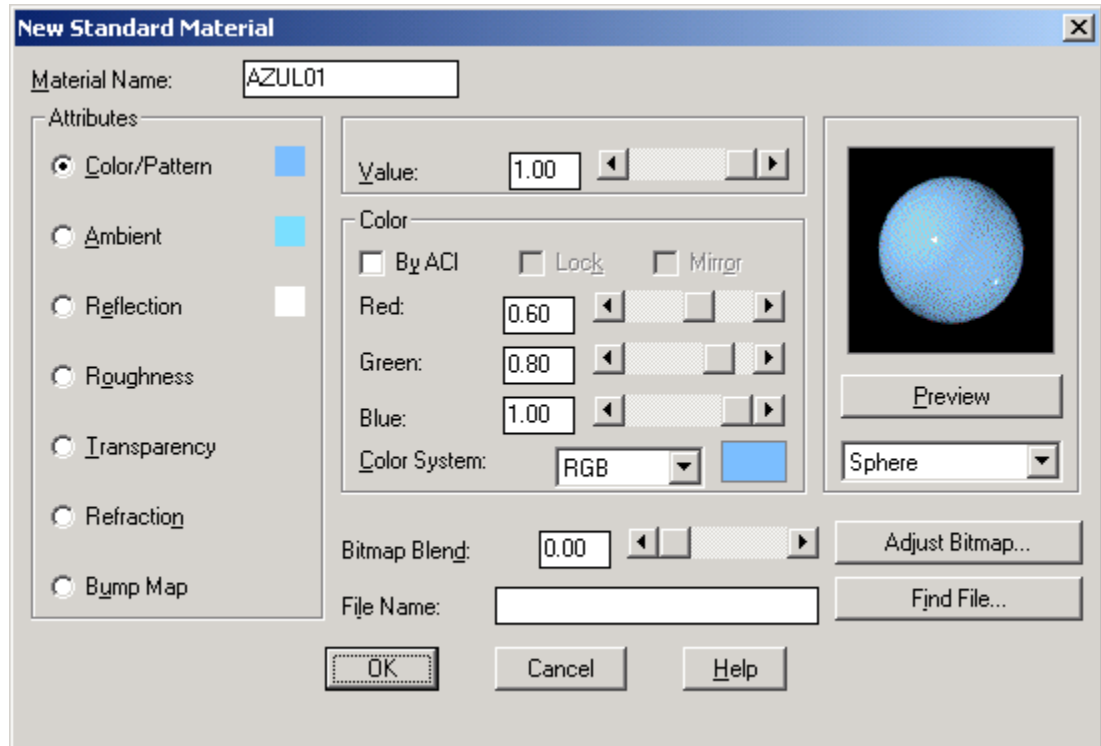

Fig. 67
3. En el cuadro de diálogo Nuevo Material (ver Fig. 67) se establecerán las propiedades del material.